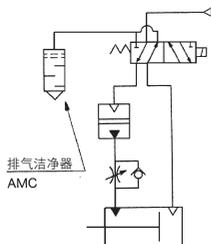

图6
- 气液联用缸动作时,会产生微小的滑动泄漏。特别是一侧液压油的场合,漏到空气侧的动作油会从换向阀排至外界,污染换向阀周围的环境,故应设置排气洁净器AMC系列(图6)。积存在排气洁净器油杯内的油快充满时,应打开排液活门。定期将油排出。